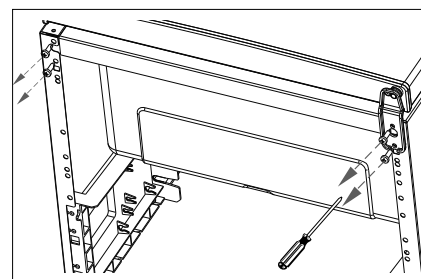

Fig. 2
- ▶ Utilizzare un cacciavite a croce per allentare le due viti della cerniera inferiore (fig. 2).